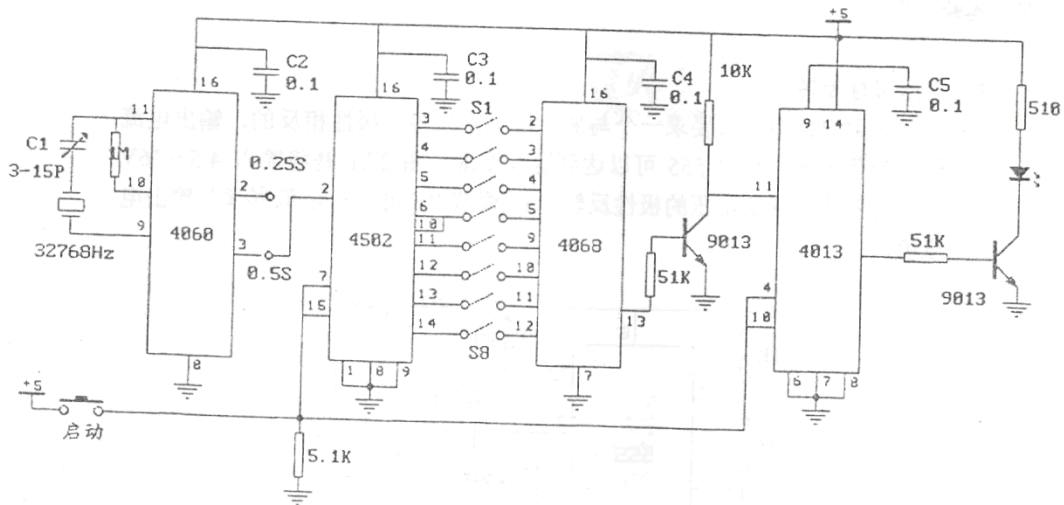

图 10
2. 阅读实验说明及电路图，分析图 10 中各集成电路作用及电路工作原理。
1. 按图 10 接线, 检查无误后再通电。